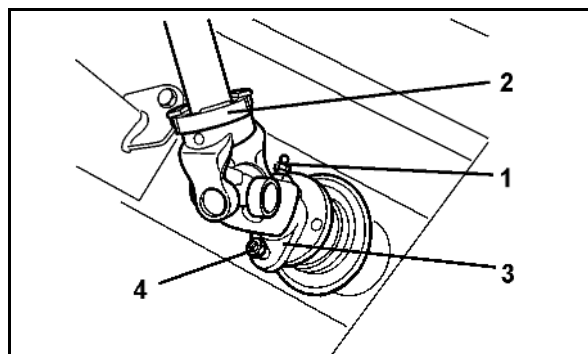

図 59
3. 保護カバー (図 59/1) を取り付け位置へ回転させます。
4. ガードの半分 (図 59/3) を引き抜きます。